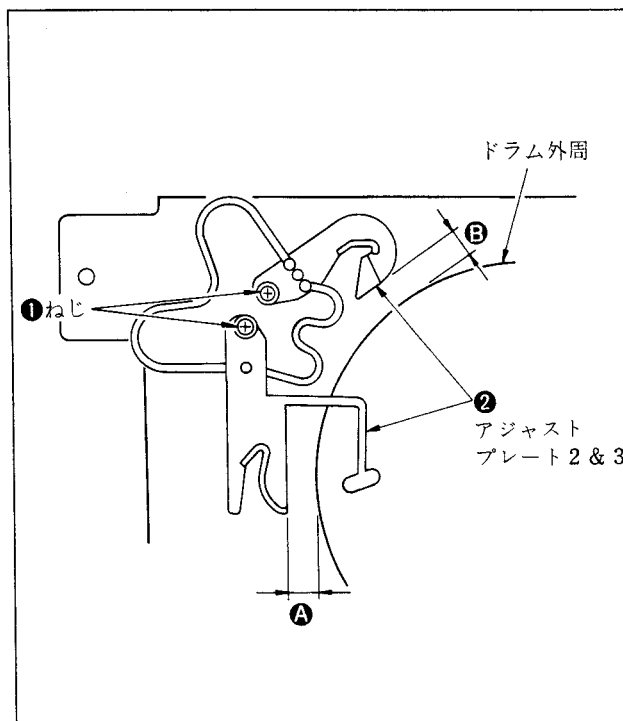

図3-5. アジャストプレート 2&3の位置測定
- 3) 図3-5. に示すねじ①を外し、アジャストプレート2 & 3②を外す。